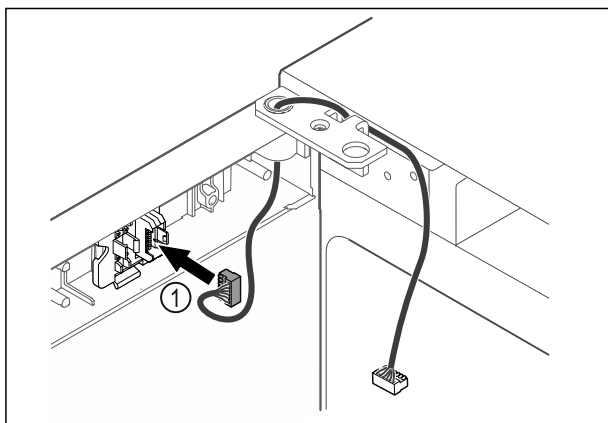

Fig. 42
- ▶ Introduceți fișa Fig. 42 (1) în suportul fișei.